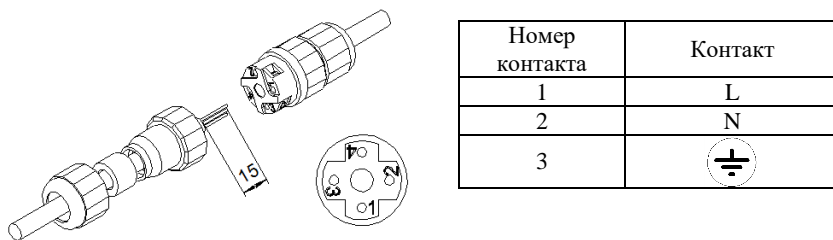

Рисунок 1. Схема подключения светильника
5.3. Подсоединить сетевые провода (кабель круглого сечения с диаметром наружной оболочки 7-12 мм, сечение жил не менее 0,75 мм2) к разъёму согласно маркировке (рисунок 1). Затянуть резьбовые элементы разъёма.